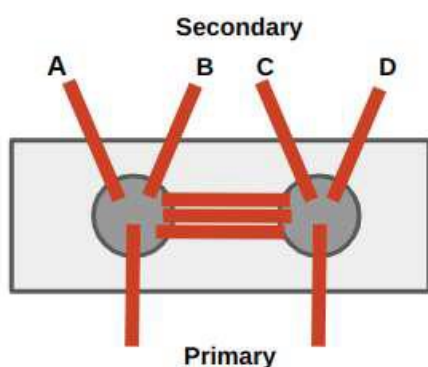

Figure 6-3: T1 and T3 construction detail.
□ Using a multimeter to check the continuity of the secondary windings. There should be continuity between A and C, and between B and D. (See Figure 6-3.) There should be no continuity between A and B or between C and D. If this is not the case, rotate wires C and D so that they exchange position.
マルチメーターを使用して二次巻線の導通をチェックします。A と C の間、および B と D の間には連続性がある必要があります。(図 6-3 を参照)。A と B の間、または C と D の間には連続性があってはなりません。そうでない場合は、ワイヤー C と D を回転させます。彼らは立場を交換します。